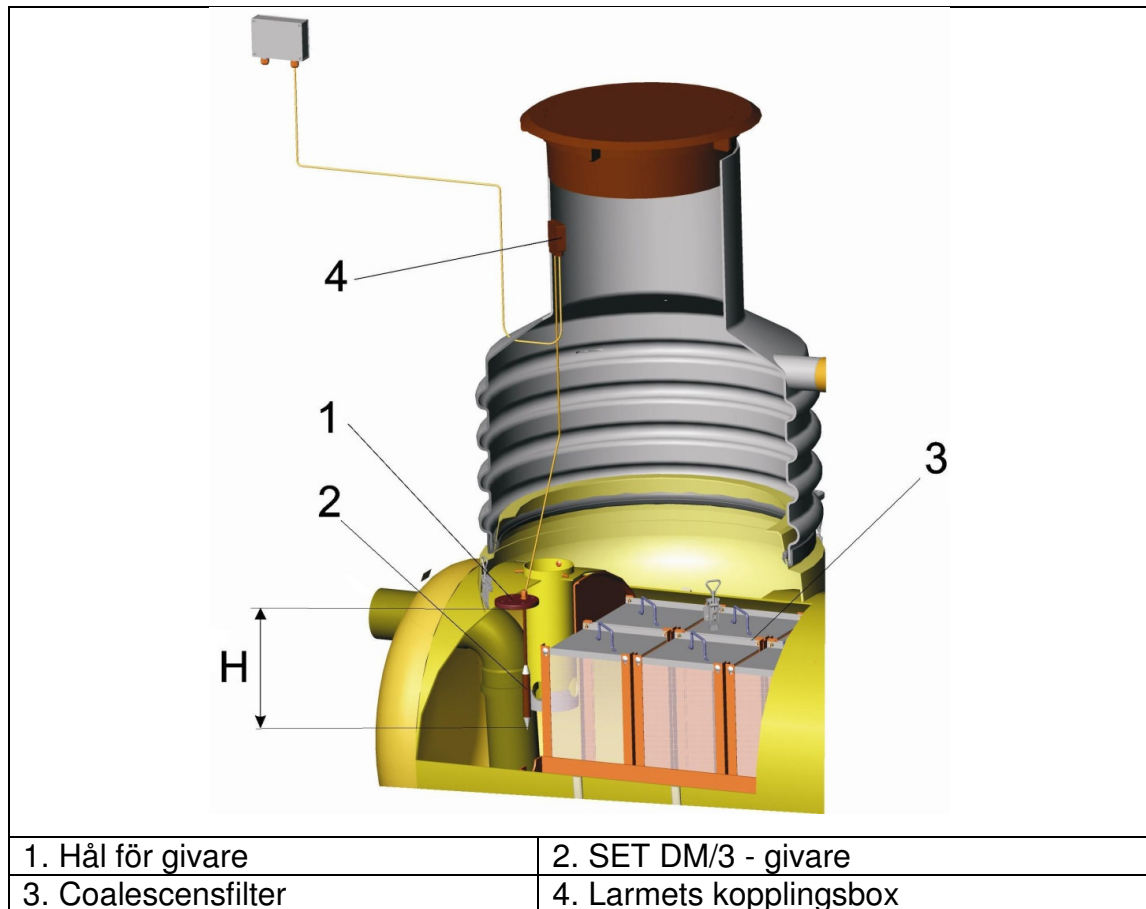
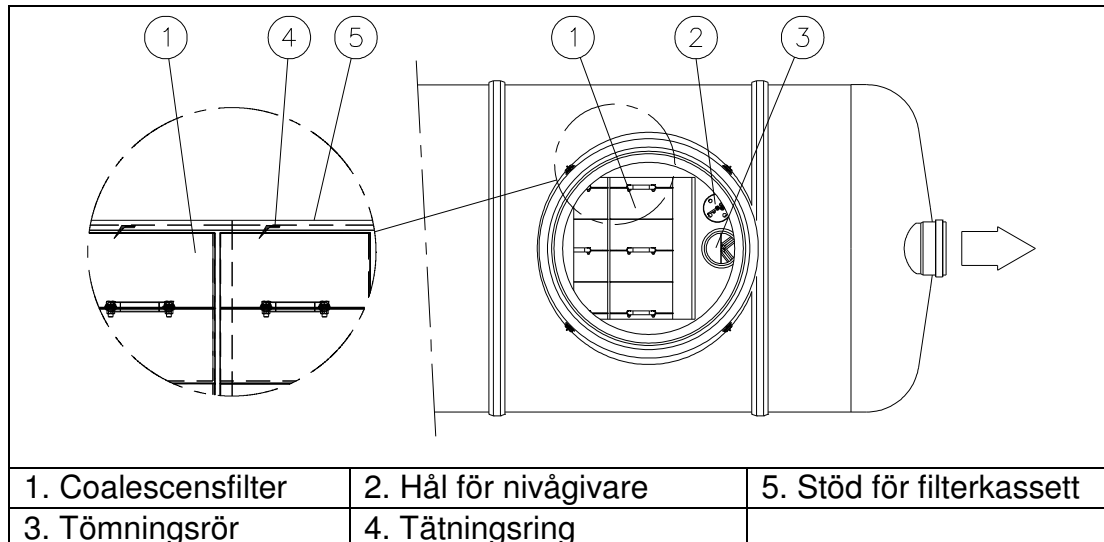

Fig 7. Nivågivarens placering/nivå i tank
Fig 8. Underhåll av coalescensfilter.
1. Kontrollera och justera avståndet H mellan givarens spets och fläns enligt Fig 7 och tabell 2.
3. Häng givaren i $\varnothing 75$ mm hålet i inspektionsöppningen (Fig. 7 och Fig. 8).
2. Töm oljelagret då hela lagringsvolymen nås, eller åtminstone efter varje halvår. Oljan sugas genom tömningsröret (Fig 8). Om det finns två inspektionshål, är tömningsröret i den närmast utloppet. När tömning sker, vara noga med att inte skada Coalescensfiltret.
4. Rengör alltid larmgivaren efter tömning. Givaren kan lyftas upp till mark för rengöring. Lyft försiktigt för att undvika att måttet H ändras (Fig 7 och Fig 8)
2. Töm avskiljare för inspektion och ta bort filter från avskiljaren (Fig 8).
1. Börja rengöring genom att dränera separator helt genom separatorn s drainhål (Fig. 8). Lyft första Coalescing enhet rakt upp genom upprätthållandet axeln med en lyftanordning eller kran. Ta ut alla Coalescing enheter som börjar på sidan av utloppet och gå vidare mot inloppet.